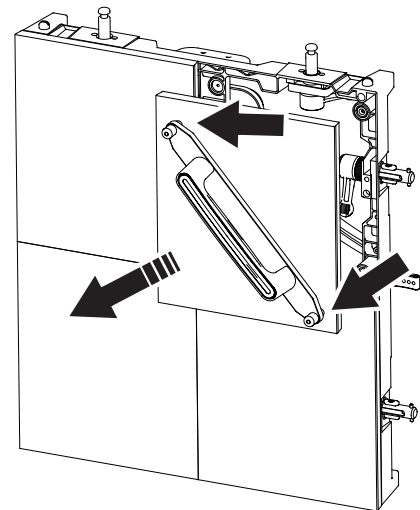

Bild 21: Entfernen eines LED-Blocks, Zugriff von vorne
2. Siehe Bild 21. Schrauben Sie die Rändelschrauben des Ausbauwerkzeugs in die entsprechenden Öffnungen des LED-Blocks. Ziehen Sie den LED-Block aus dem Panel.
3. Verwenden Sie, abhängig von der Zugriffsmöglichkeit, das Ausbauwerkzeug zur Montage des LED-Blocks oder drücken Sie den LED-Block von Hand in das Panel. Sie müssen etwas stärker drücken, um den Multistecker zu verbinden. Drücken Sie nicht zu fest. Bild 21 Bild 20